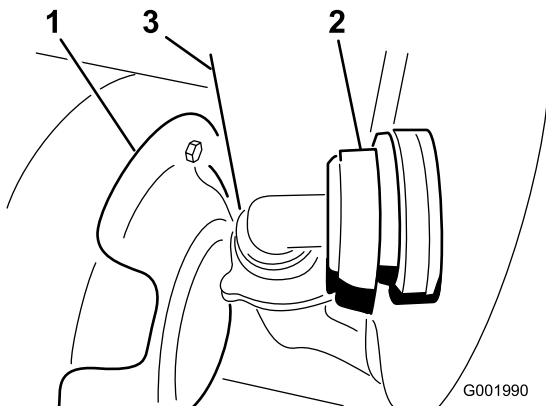

図 56
3. タンクの前壁の下にあるホースを外す (図 56)。
**注** 防熱シールド (図 56) を押しのけないとカバーが取り外せない場合があります。
7. タンク前面下のホースを接続する (図 56)。